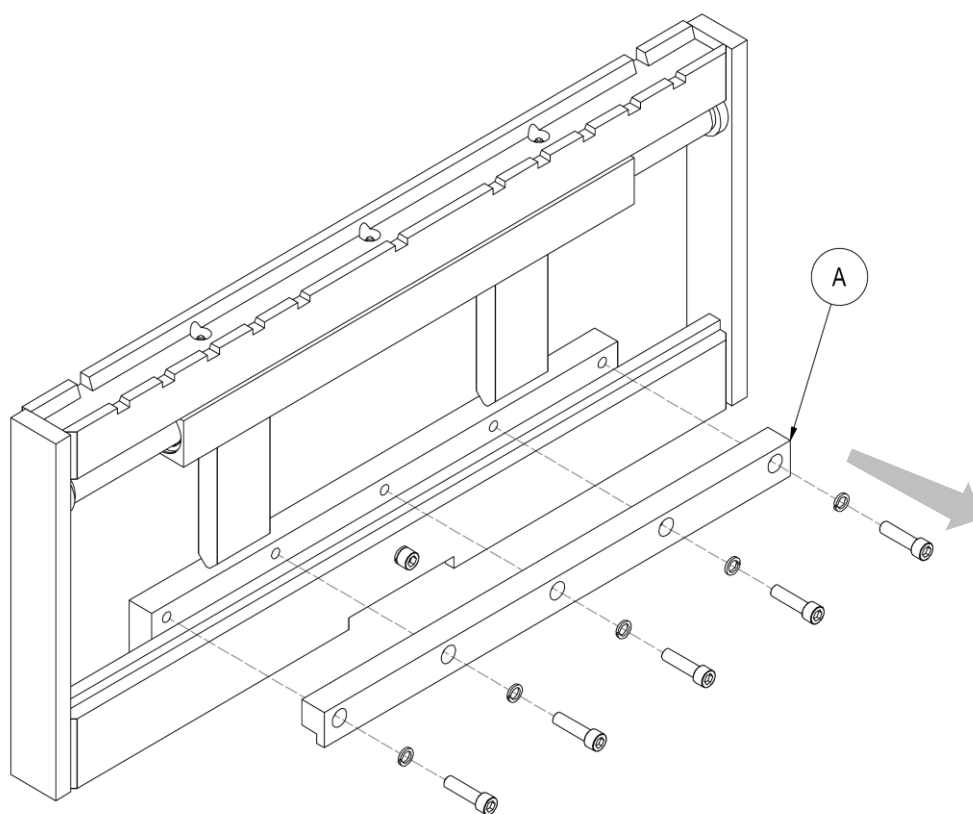

Figura 2
4. Rimuovere il gancio inferiore **A** (vedi *Figura 2*).